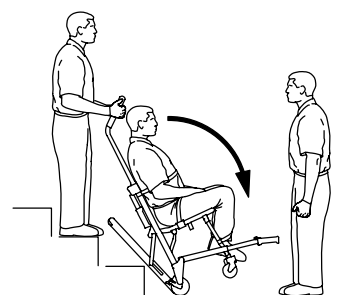

Figura 13 – Fondo delle scale
10. Operatore lato piedi: Quando il cingolo raggiunge l'ultimo gradino, rilasciare le maniglie anteriori. Operatore lato testa: Lasciare che la sedia si inclini in avanti (Figura 13) fino a quando tutte e quattro le ruote non toccano terra. Far scorrere la sedia (si veda *Trasporto dell'occupante su superfici piane* (pagina 14)).